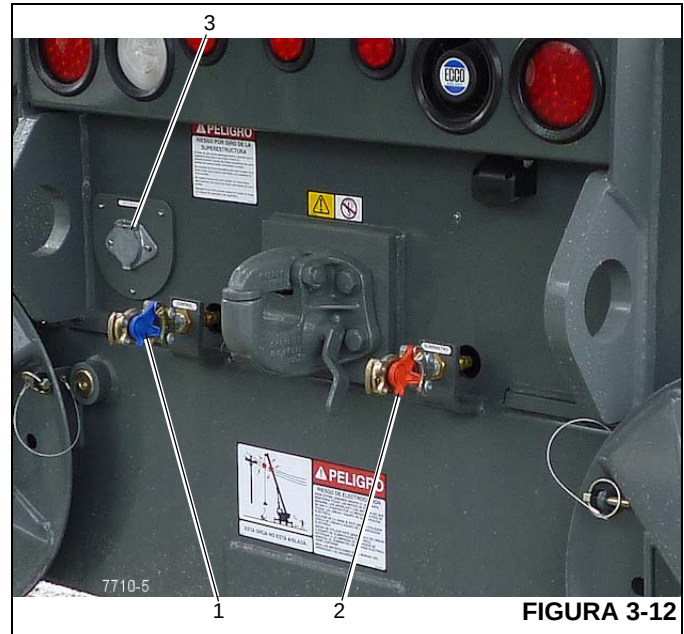

FIGURA 3-12
5. Conecte o conector de controle (azul) 1, (Figura 3-12) à traseira do guindaste.
6. Conecte o conector do suprimento do freio (vermelho) (2) à traseira do guindaste.
7. Conecte o cabo elétrico (3) ao guindaste.